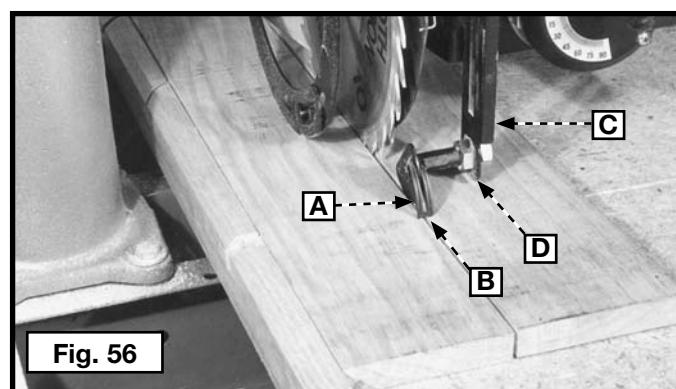

Fig. 56
Pendant les opérations de sciage, le séparateur (A) Figure 56 doit suivre le trait de scie et les doigts anti-effet de rebond (B) doivent toucher la pièce de bois pour empêcher les rebonds.
4. Régler le bras (C) fig. 56 de façon à ce qu'il soit vertical et que le séparateur (A) soit dans le trait de la scie.
5. Si le séparateur (A) Figure 56 n'est pas aligné avec le trait de la scie, desserrer les écrous hexagonaux (D) et positionner le séparateur (A) dans le trait de la scie. Serrer les écrous hexagonaux (D) contre le bras. Le côté serré du séparateur devrait être contre la lame (Figure 56), et les doigts anti-effet de rebond doivent rester sur la pièce de bois.
**REMARQUE :** Le bouton de serrage pour le bras (C) doit être serré. Déplacer le bras (C) d'avant en arrière en serrant le bouton de serrage avec l'autre main pour être sûr que la bride est fermement posée et serrée.
6. Tirer la pièce de bois vers l'arrière pour déterminer si les doigts anti-effet de rebond ont fait des traces dans le bois et empêché d'autres mouvements de recul. Si nécessaire, réajuster la hauteur du bras (C) Figure 56.